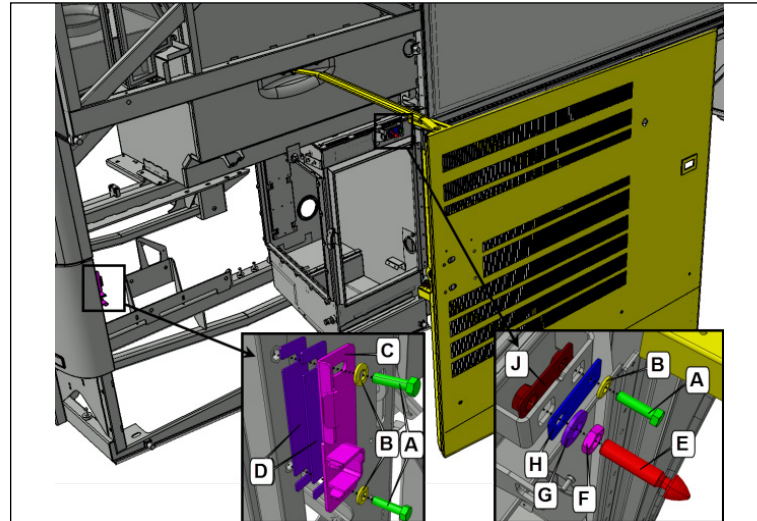

FIGURE 10
9. Installer la plaque de butée C et la goupille d'alignement/verrouillage E. Centrer ces éléments dans leurs rainures de montage respectives. (Figure 10). Les composants doivent être ajustés, mais pas trop serrés pour permettre l'ouverture facile de la porte.